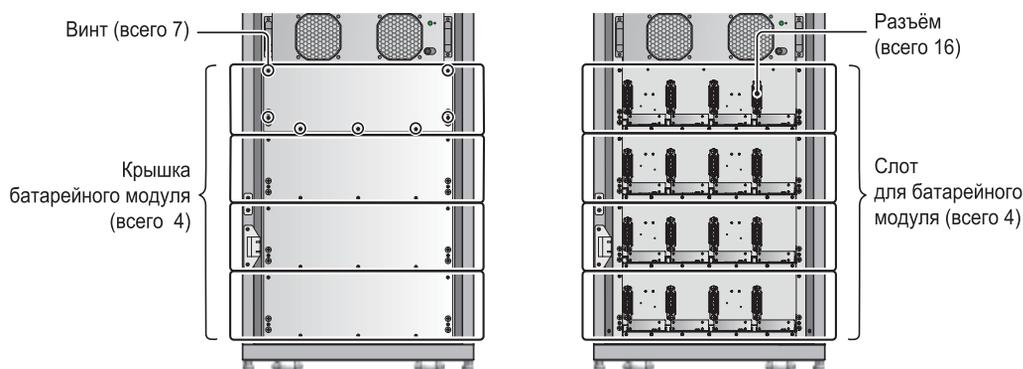
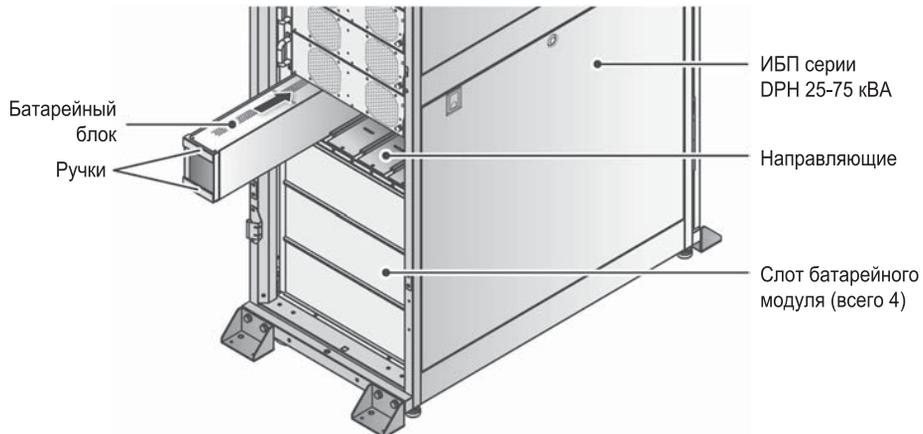

Рис. 5-15. Снятие крышек батареечного модуля
Рис. 5-16. Монтаж батарейного модуля
1. Откройте переднюю дверцу и снимите необходимое число крышек, чтобы получить доступ к слотам батареечных модулей (крышки закреплены семью винтами). См. **Рис. 5-15**.
- 2) Возьмите батарейный блок за ручки (см. **Рис. 5-16**), вставьте его в батарейный слот (см. расположение разъемов на **Рис. 5-15**) и по направляющим вдвиньте внутрь. Убедитесь, что блок надёжно подсоединён к разъёму. Батарейный модуль состоит из четырёх батарейных блоков, каждый из которых необходимо установить в слот батарейного модуля на одном уровне (см. **Рис. 5-15** и **Рис. 5-16**). Число батарейных модулей выбирается исходя из требуемого времени автономной работы.
- 1) Откройте переднюю дверцу и снимите необходимое число крышек, чтобы получить доступ к слотам батарейных модулей (крышки закреплены семью винтами). См. **Рис. 5-15**.